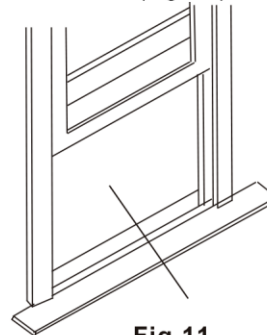

Fig.11
1. Abra la ventana y marque el centro de la base de la ventana según se muestra en la Fig. 11.